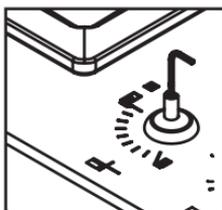
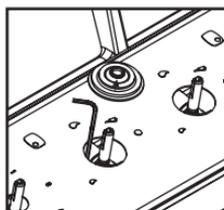

Fig. 28
Fig. 29
3. Inserte la llave Allen/Bristol (contenida en el kit de conversión) en el espigo de la válvula y gírelo en el sentido de las manecillas del reloj  $\frac{1}{4}$  de vuelta hasta obtener la llama deseada, ver fig. 28. Para serie cristal (Ref. 1.6797.20) se debe retirar el empaque de caucho y hacer la regulación por un lado del espigo, ver fig. 29.